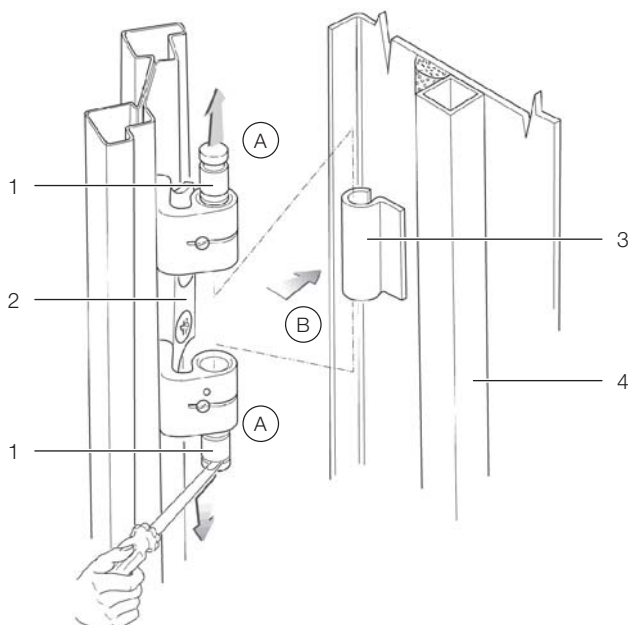

Рис. 24: Демонтаж дверного шарнира
- Разблокируйте четыре дверных шарнира. Для этого приподнимите шарнирные штифты при помощи подходящего инструмента (например, отвертки) и вытащите их до упора из шарнирного крепления (рис. 24, шаг А).
- Снимите дверь шкафа (рис. 24, шаг В).